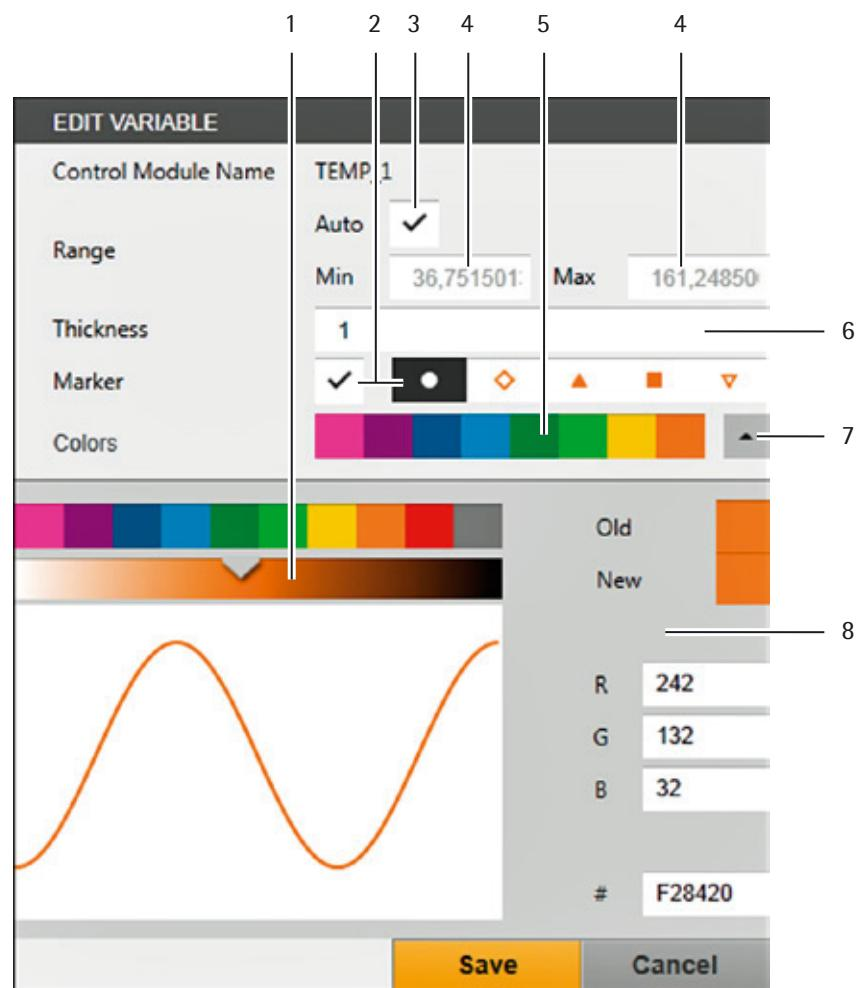

Abb. 7-5: Menü Farbdarstellung, Anzeigebereich Prozesswerte
- 1 Anzeigebereich zwischen maximalem und minimalem Prozesswert (siehe „Abb. 7-5: Menü Farbdarstellung, Anzeigebereich Prozesswerte“, Seite 118)
- 2 Farbdefinition, Darstellung der Control Modules (siehe „Abb. 7-5: Menü Farbdarstellung, Anzeigebereich Prozesswerte“, Seite 118)